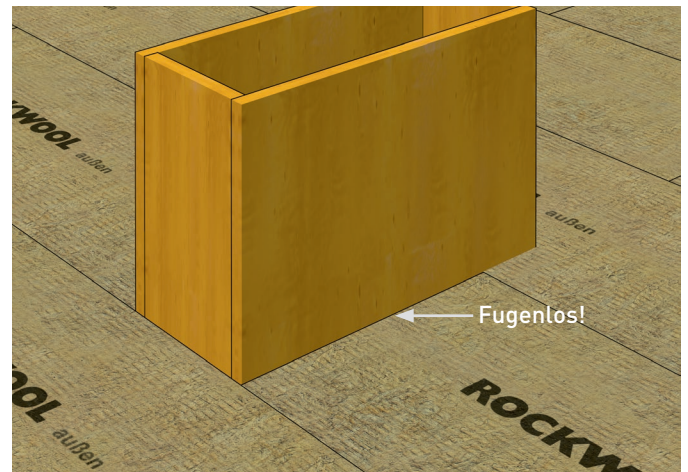

Abb. 2: Der Dämmstoff ist fugenlos anzuarbeiten.
- Es ist auf eine fugenlose und spaltenfreie Verlegung der Decrock, z.B. bei Durchdringungen oder Deckenaussparungen, acht zu geben (Abb. 2). Bei Fugen oder Spalten kann Betonschlemme eindringen und dies kann zu einer Verklebung mit der Schalung führen.